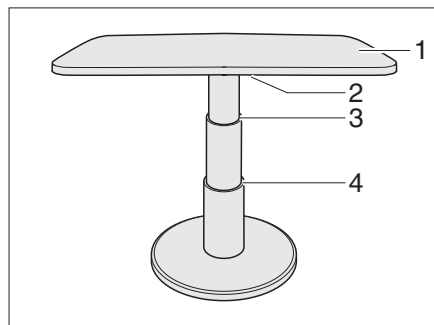

Fig. 62 Table à hauteur réglable de la dinette en U
- Faire basculer le levier de verrouillage (Fig. 62,2) vers la gauche. Le verrouillage est ouvert.
- Appuyer le plateau de table (Fig. 62,1) au milieu vers le bas jusqu'à la butée désirée (Fig. 62,3 ou 4) et le maintenir appuyé.
- Faire basculer le levier de verrouillage (Fig. 62,2) vers la gauche. La table à hauteur réglable est verrouillée.